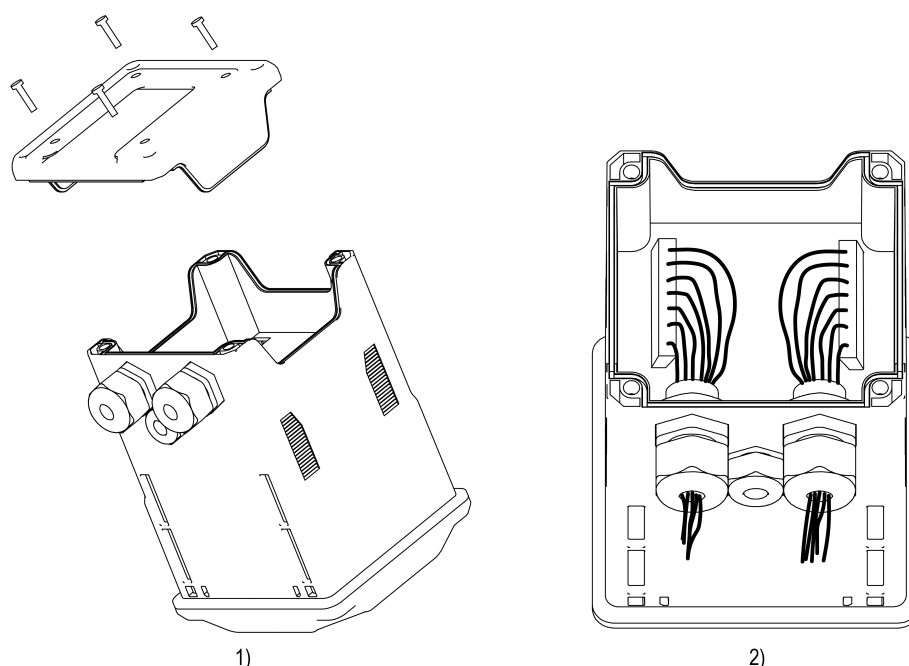

Рисунок 6.2 – Подключение кабелей
1. Открутив четыре винта, снять заднюю крышку прибора (см. рисунок 6.2, 1).
2. Подключить линии связи «прибор – датчики» к датчику и клеммнику прибора (см. рисунок 6.2, 2).